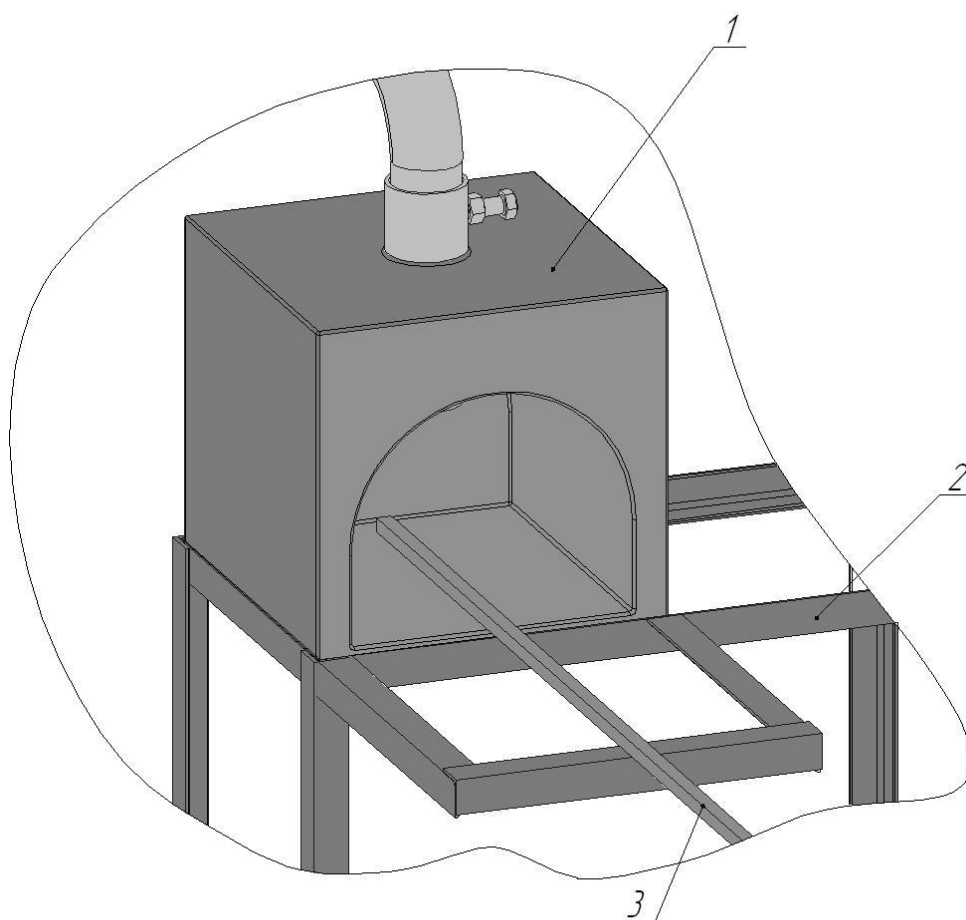

Рис.10 Схема установки заготовки при нагреве.
- 10.6.** Поместить конец заготовки в окно газового горна-горелки рис.10, чтобы пламя горелки полностью охватывало конец заготовки.